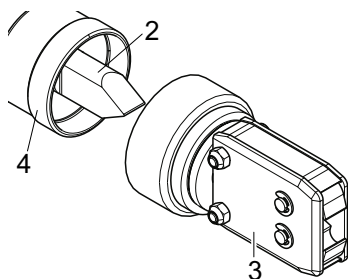
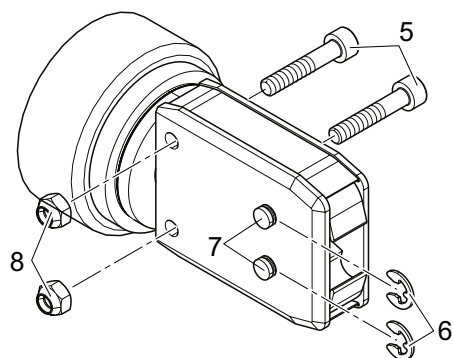
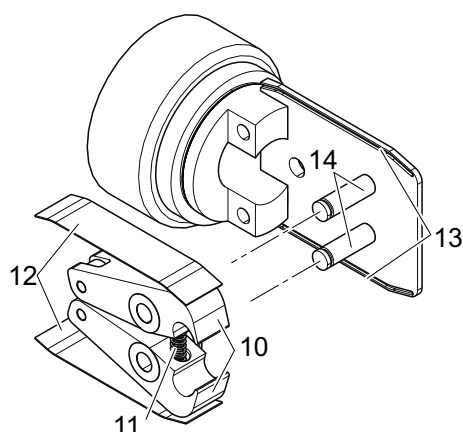

Fig. 26: Desconectar el cabezal de la tenaza
Fig. 27: Desmontaje del cabezal de la tenaza
Fig. 29: Montaje de las mordazas de las tenazas
- Desconecte el cabezal (Fig. 26/3) de las tenazas de contracción (Fig. 26/4).
El émbolo (Fig. 26/2) se queda en la tenaza de contracción (Fig. 26/4).
- Retire los dos cierres, fig. (Fig. 27/6), del cabezal de la tenaza (Fig. 26/3).
¡No empuje el pasador hacia atrás (Fig. 27/7)!
- Desenrosque dos tuercas hexagonales (Fig. 27/8) de los tornillos hexagonales (Fig. 27/5).
7. Retire el muelle de compresión (*Fig. 29/11*), la placa de cubierta (*Fig. 29/12*) y las mordazas (*Fig. 29/10*).
8. Engrase y monte las mordazas de recambio (*Fig. 29/10*) y el muelle de compresión (*Fig. 29/11*) del kit de recambio de mordazas y el pasador (*Fig. 29/14*) con lubricante especial RENOLIT LX 2.
9. Vuelva a montar las partes en orden inverso, utilizando nuevas arandelas de seguridad (*Fig. 27/6*).
10. Compruebe que las mordazas de las tenazas se mueven correctamente (*Fig. 29/10*).
- El émbolo (*Fig. 26/2*) debe quedar entre las dos mordazas (*Fig. 29/10*).